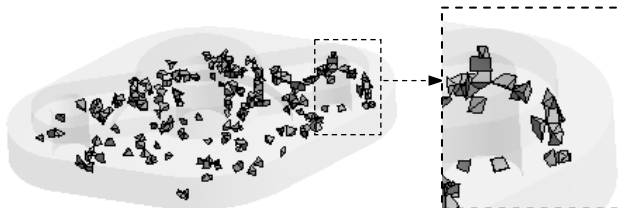

图 5.4.6 四棱锥单元
- ◆  Pyr13图例：表示 13 单元节点的四棱锥单元，单击图表中对应颜色的柱状图，在图形区显示所有的四棱锥单元，如图 5.4.6 所示。